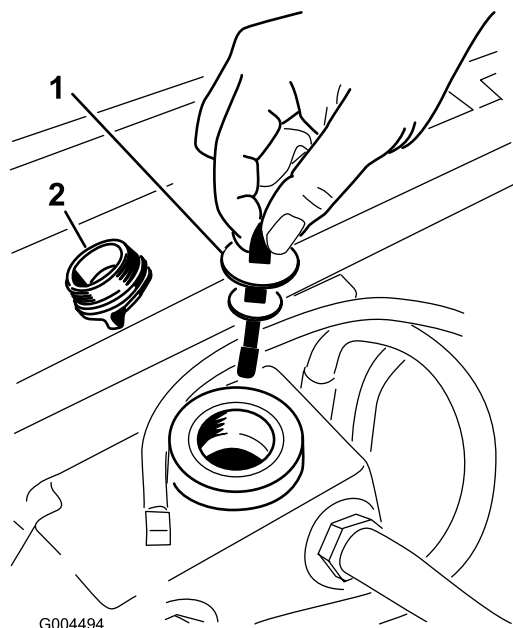

Figure 68
3. Enlevez le bouchon (Figure 68) du goulot de remplissage du réservoir hydraulique.
4. Retirez la jauge et essuyez-la sur un chiffon propre (Figure 68).
5. Remettez la jauge dans le goulot de remplissage, sortez-la de nouveau et vérifiez le niveau de liquide (Figure 68).